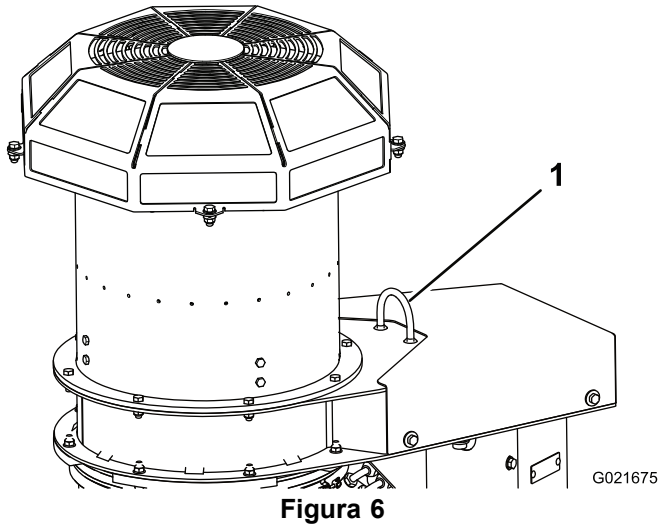

Figura 6
- Retire a cinta da paleta e coloque-a no aro de elevação no soprador (Figura 6). Eleve o soprador até que a cinta fique apertada.